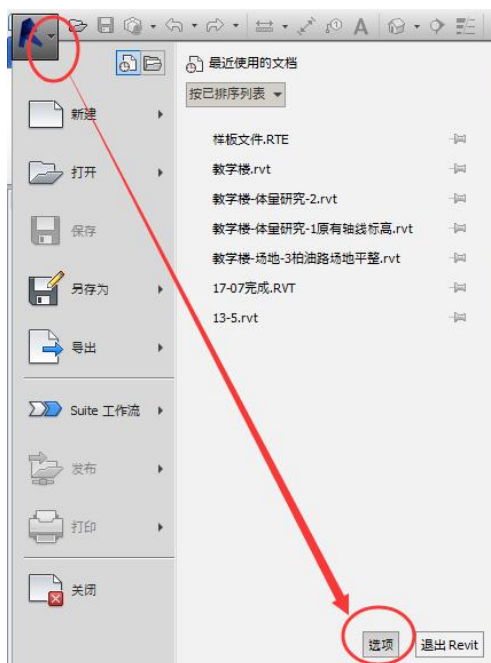
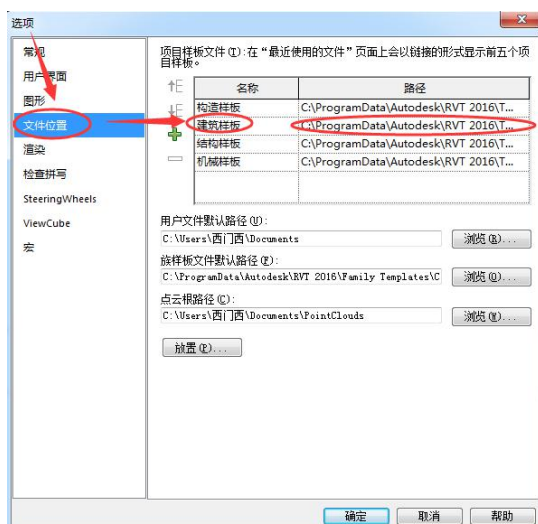

图 1-6 选项
图 1-7 系统自带样板文件位置设置
• 点击左上角“Revit 图标”（即“应用程序按钮”），点击右下角“选项”（图 1-6）。在弹出的“选项”面板中点击“文件位置”，在右侧“名称”栏输入自定义的样板文件名称，在“路径”栏找到相应样板文件（图 1-7）。点击“确定”退出。
点击应用程序菜单左下角的“选项”按钮，打开“选项”对话框（图 1-7），进入到程
绘图区域是 revit 软件进行建模操作的区域，绘图区域背景的默认颜色是白色。进入到软件“选项”对话框（图 1-7），在“图形”选项卡中的“背景”选项中更改背景颜色。